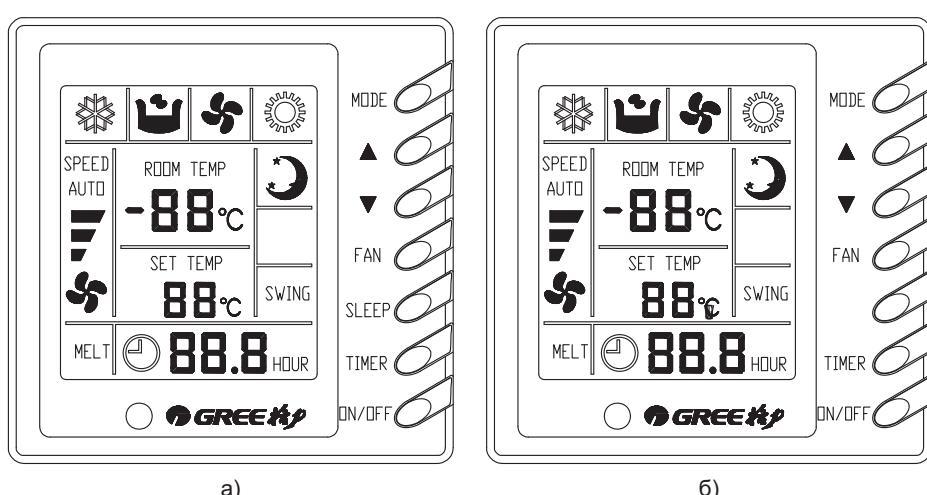

Рис. 7.2
7.4.2 Проводные индивидуальные пульты управления модели Z60351F (для блоков канального типа) (рис. 7.2а) и Z63351F (для блоков кассетного типа) (рис. 7.2б).